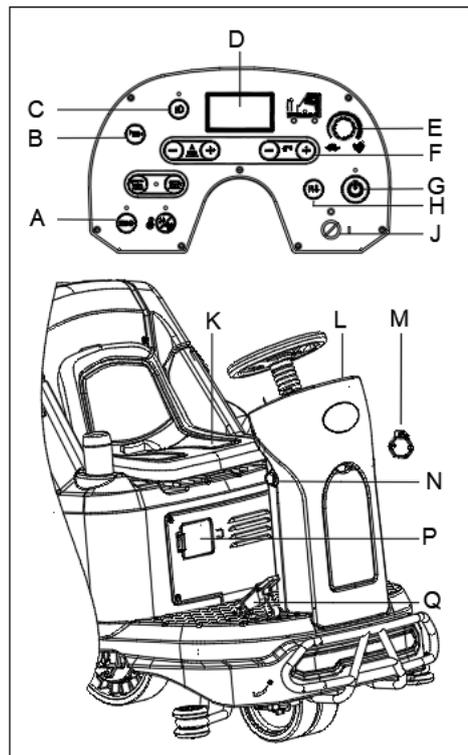

图 13
2. 操作员坐于机器座椅 (K, 图13) 上。插入钥匙开关 (J, 图13) 旋转到“I”档。检查显示屏上的电池电量, 如有需要请充电 (参见维护保养章节)。
前进/后退可以通过后退按钮 (H, 图13) 切换。机器速度可以通过速度旋钮 (E, 图13) 调节。
4. 按下一键启动开关 (G, 图13), 刷盘组件及水刮组件自动放下, 吸力马达开始工作。
5. 根据清洁需求, 通过按压水流量调节开关 (F, 图13) 调节水流量的大小。
6. 慢慢地脚踩油门踏板 (Q, 图13) 开始清洁工作。
7. 钥匙开关(J, 图13)旋转到“I”档, 可以通过 USB 充电口(M, 图13)给手机或者 PAD 等充电。
8. 如有需要可按喇叭 (B, 图13) 以示警告。
9. 如遇到紧急情况需要立即停止机器, 请按下急停开关 (N, 图13)。
10. 如有需要在较暗区域或者提醒行人时, 请打开前灯开关 (C, 图13)。
11. 如有需要可以调节座椅 (K, 图13), 通过往右拨动座椅右边的把手, 然后滑动座椅到合适的位置并松开座椅把手。
刷盘电机、吸力电机、驱动电机以及控制电路设有过载保护器 (P 图 13)，对电机起过载保护的作用。若过载保护器跳闸，不能立刻重新复位，一定要首先知道其跳闸的原因，复位前确保电机冷却。
12. 松开脚踩油门踏板(Q, 图13)即可停止移动机器。
13. 按下 (G, 图13) 一键启动) 停止刷盘以及吸力泵工作。自动提起刷盘组件及水刮组件。吸力系统在几秒之后也会被关闭。